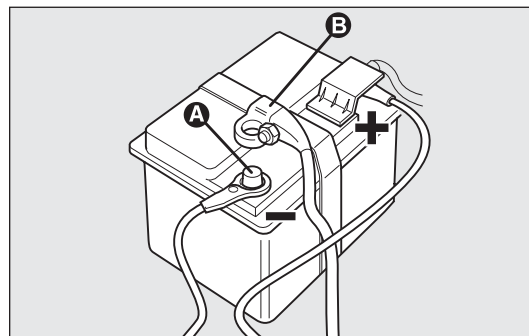

fig. 190
VERSIONS SANS SYSTÈME Start&Stop fig. 190
- ☐ débrancher la borne B-fig. 190 du pôle négatif A de la batterie ;